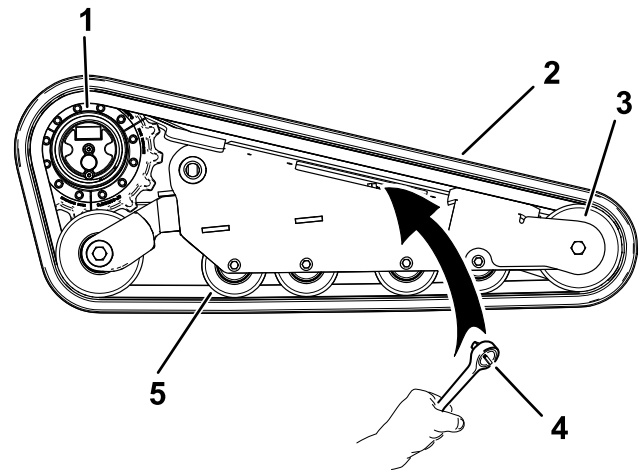

Figure 72
7. À l'aide d'une clé à cliquet de 1/2 pouce, tournez la vis de tension dans le sens horaire pour détendre la transmission (Figure 70 et Figure 72).
1. Enroulez la chenille neuve sur la roue avant (Figure 72).
2. Poussez la chenille sous et entre les galets de roulement, puis enroulez-la autour de la roue de tension (Figure 72).